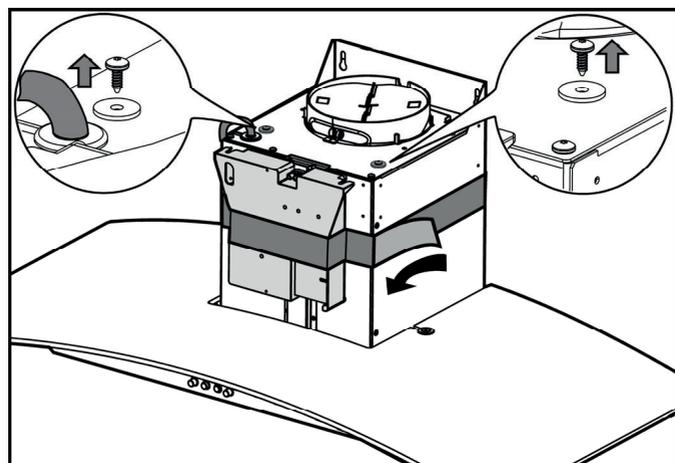

Figure 3 (visuel non contractuel)
3. Assurez-vous que la boîte de raccordement électrique soit fixée comme indiqué sur les Fig. 3, 4 et 5 ci-après :